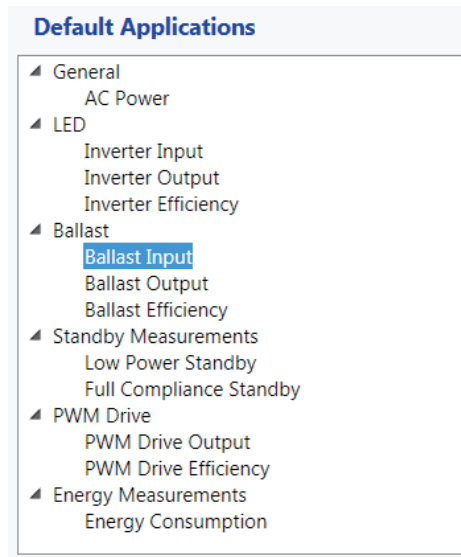

图 4. 镇流器设置窗口。
- 在 Default Applications(默认应用) 列表中选择 Ballast Input(镇流器输入)(参见图 4)，然后单击 Wizard 按钮，设置镇流器测试。
- 根据主屏幕窗口中的 Wizard 设置说明进行操作。Wizard 将引导您完成镇流器参数设置，说明怎样连接 PA1000 和被测镇流器 (参见图 4)。